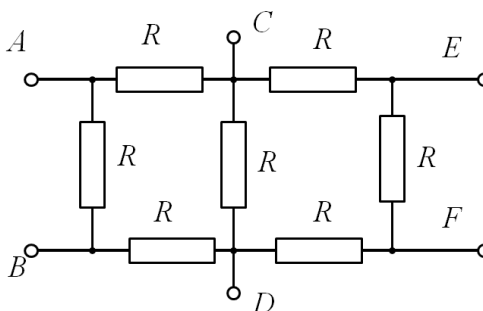

Рис. 3.5
**ЗАДАЧА 3.4.** В схеме рис. 3.5. значения сопротивлений резисторов одинаковы и равны  $R$ . Определить в общем виде значения сопротивлений между зажимами  $AB$ ,  $AC$ ,  $AD$ ,  $CD$ ,  $EF$ .